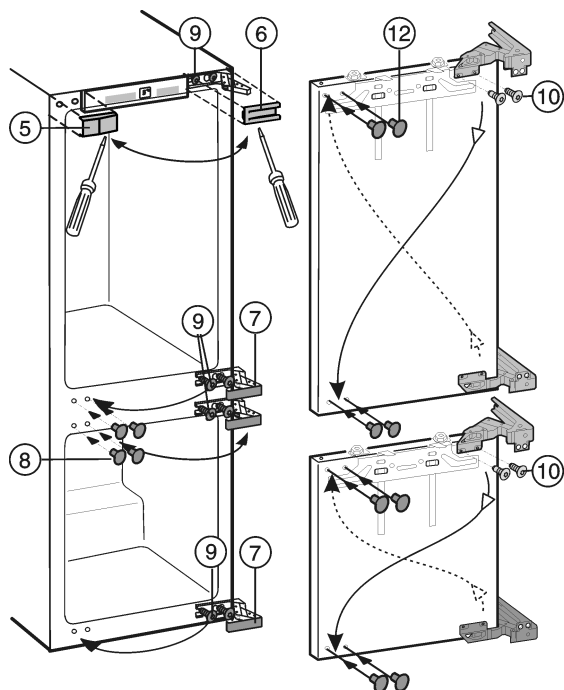

Fig. 3
- ▶ Soulever les caches Fig. 3 (5,6,7,8) avec un tournevis pour vis à fentes.
- ▶ Seulement desserrer les vis Fig. 3 (9) vis en haut et en bas au corps de l'appareil.
- ▶ Intervertir les vis Fig. 3 (9) sur le côté opposé et les visser provisoirement.
- ▶ Dévisser les vis Fig. 3 (10) et retourner la charnière en diagonale.
Les vis Fig. 3 (10) sont auto-taraudantes : Utiliser le tournevis à accu.
- ▶ Fermer les anciens trous de fixation avec les bouchons Fig. 3 (12).
- ▶ Mettre les portes dans les vis Fig. 3 (9) pré-montées et les visser avec un couple de serrage de 4 Nm.